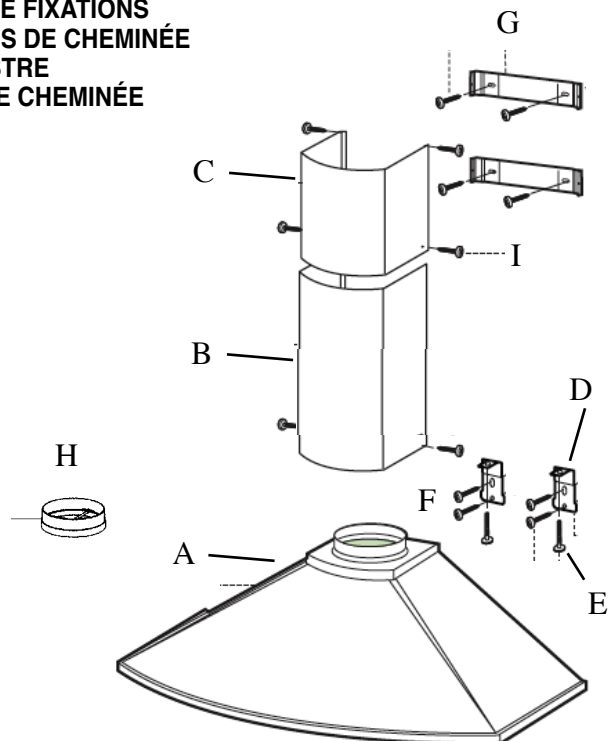

FIGURE 1
8. Pour les installations avec conduits, le REGISTRE (**H de la FIGURE 1**) doit être fixé à l'ouverture d'évacuation sur le dessus de la HOTTE. Brancher les conduits et sceller toutes les connexions avec du ruban à conduit.
N'utilisez pas le REGISTRE ROND (**I de la FIGURE 1**) pour les Installations sans conduit. La section CHEMINÉE SUPÉRIEURE doit être installée en premier.
Installations sans conduit requièrent le **Kit Pour Conversion Du Conduit**. Ce nécessaire comprend un CHEMINÉE INFÉRIEURE AVEC TROUS D'ÉCHAPPEMENT D'AIR (**A de la FIGURE 9**), un DÉFLECTEUR SANS CONDUIT (**C**), deux GRILLES (**B**) pour couvrir les trous du couvercle de cheminée et deux FILTRES AU CHARBON (**D**). Le DÉFLECTEUR SANS CONDUIT doit être installé avant le couvercle de la CHEMINÉE INFÉRIEURE AVEC TROUS, comme à la **FIGURE 9**. Le couvercle de CHEMINÉE INFÉRIEURE SANS LES TROUS doit être mis de côté (**B de la FIGURE 1**).